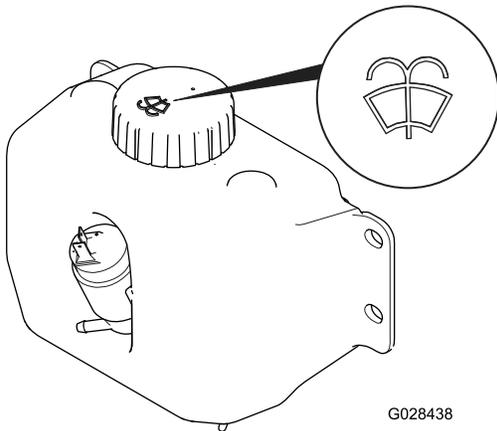

Figure 52
2. Ouvrez le capot et localisez le réservoir de lave-glace (Figure 52).